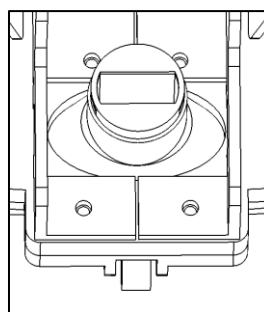

Fig. 3
2. Alignez les deux fixations avec leur trou (Fig. 1) avant de retirer la cartouche de la raclette (Fig. 3).
4. A l'aide du tuyau, nettoyez le siphon (Fig. 3) sous un jet d'eau courante. Vérifiez que le siphon est exempt de débris après le nettoyage.